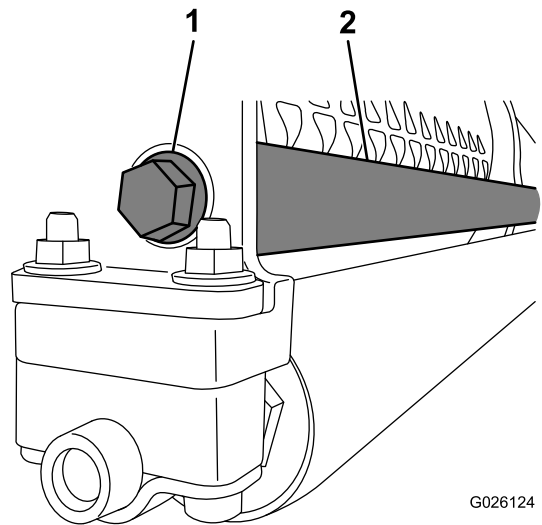

Figure 6
4. Fixez l'extrémité filetée de la barre contrepoids au cadre à l'aide d'un boulon à embase (Figure 6).